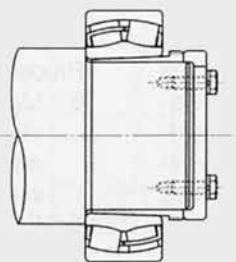

Рис. 6.19 Вид в собранном состоянии
3) Способ ввода масла под давлением (Рис. 6.19 и 6.20)